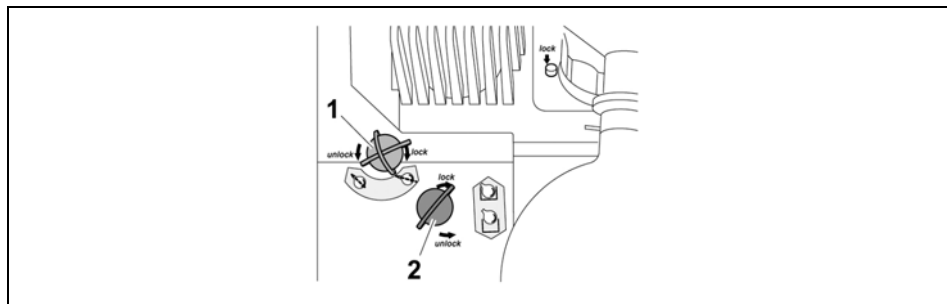

Figure 4-11 : Inclinaison / profondeur de plongée du ballon évaporateur
- Tourner le bouton noir (Figure 4-11 (2)) en sens horaire inverse vers « **unlock** ».